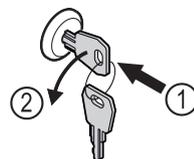

Fig. 183
- ▶ Insérer la clé. Fig. 183 (1)
- ▶ Tourner la clé à 90° dans le sens antihoraire. Fig. 183 (2)